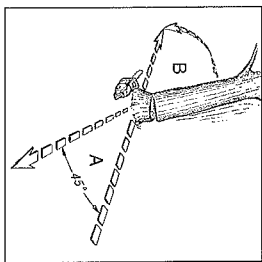

Fig. 11A
**ATTENTION:** Un chemin de retraite doit être prévu (A) et être dégagé comme nécessaire avant de décaler la coupe. Ce chemin doit s'étendre et diagonalement à l'arrière de la ligne prévue de la chute, comme illustre Fig. 11A
**NOTE:** La direction de la chute (B) est contrôlée par l'entaille faite. Avant de réaliser une entaille, prenez en considération l'endroit où sont situées les plus grosses branches et la pente naturelle de l'arbre pour déterminer la façon dont l'arbre va tomber.
**ATTENTION:** Quand l'entaille s'approprache de la charnière, l'arbre commence bientôt à tomber. Lorsque l'arbre commence à tomber, enlevez la scie de la coupe, arrêtez le moteur, posez la scie à chaîne et quittez la zone en suivant votre chemin de retrait (Fig. 11A)